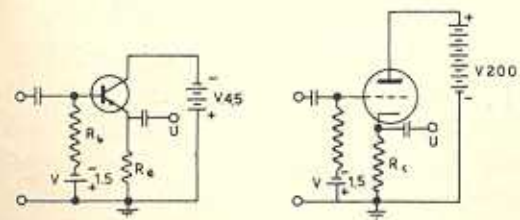

Fig. 10 - Collettore a massa. Placca a massa (ripetitore catodico).
3) *Collettore a massa* (fig. 10).